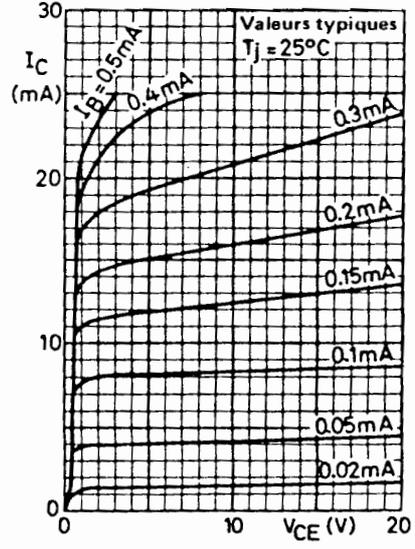

FIGURE 10
**Exemple :** Sur le réseau de caractéristiques ci-dessous (fig. 10), pour un courant  $I_B$  constant de 0,2 mA, si on considère la variation  $\Delta V_{CE}$  entre 5 et 16 V, la variation correspondante  $\Delta I_C$  est de 15 à 17 mA.